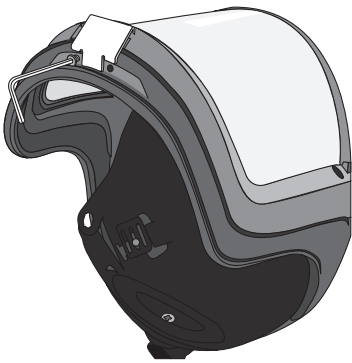

Fig. 6
8. Use os dois parafusos fornecidos e uma chave Allen de 5/64 (2 mm) para prender a trava no lugar, conforme mostrado nas Figs. 6 e 7. Aperte os parafusos com a mão até que estejam seguros, mas não muito abertos.